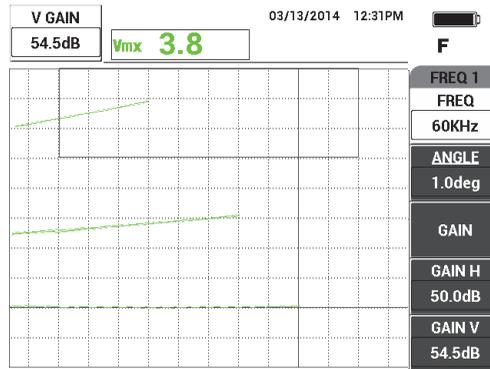

Figure 5-82 Réglage du gain vertical
10. Appuyez trois fois sur la touche GAIN (**dB**) pour accéder au paramètre **GAIN V**, et puis augmentez le gain vertical pour que le signal haut atteignent environ 90 % de la hauteur de l'écran (voir la Figure 5-82 à la page 200).